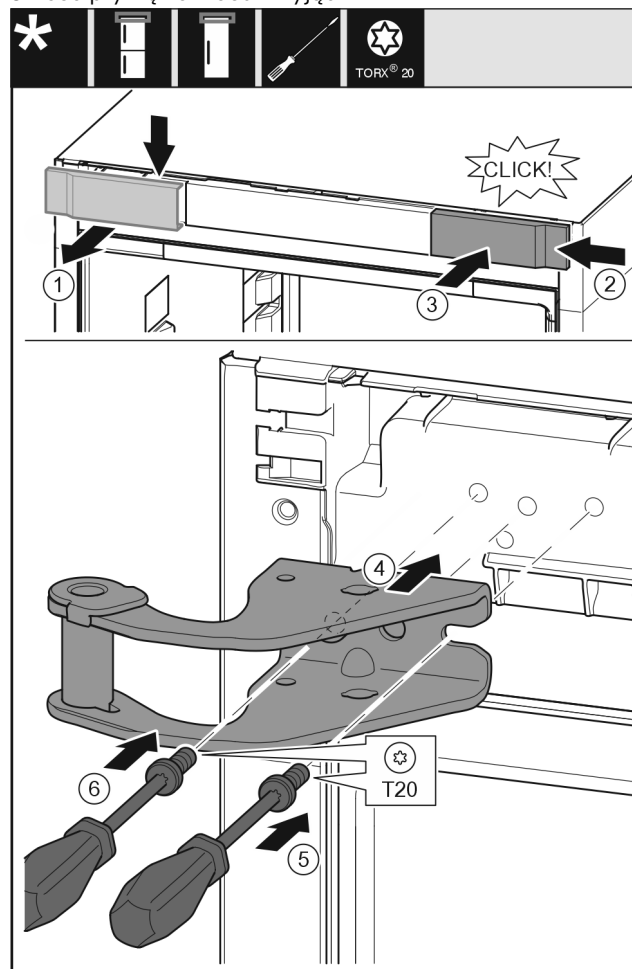

Fig. 10
- ▶ Wyjąć osłonę od góry do przodu. Fig. 10 (1)
- ▶ Osłonę obróconą o 180° założyć z drugiej strony od prawej. Fig. 10 (2)
- ▶ Zazębić osłonę. Fig. 10 (3)
- ▶ Założyć górną płytkę zawiasu. Fig. 10 (4)
- ▶ Śrubę założyć przy pomocy śrubokręta T20 i mocno dokręcić. Fig. 10 (5)
- ▶ Śrubę założyć przy pomocy śrubokręta T20 i mocno dokręcić. Fig. 10 (6)